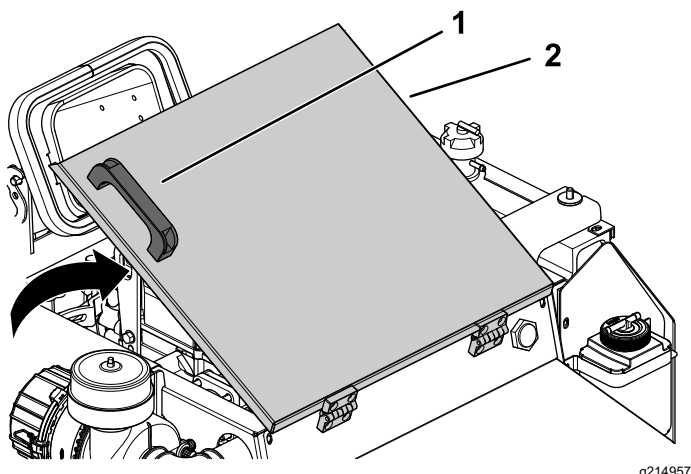

Bild 57
2. Heben Sie die Abdeckung mit dem Griff an der Motorabdeckplatte an, um an den Motor zu gelangen (Bild 57).